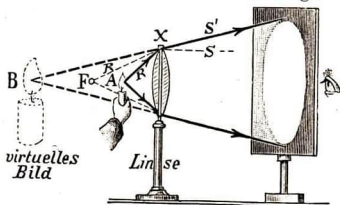

Abb. 260. Schaulinse
**Versuch:** Das Auseinandergehen der gebrochenen Strahlen zeigt sich auch daran, daß der Lichtkreis auf dem Schirm in Abb. 260 größer ist als die Linse.